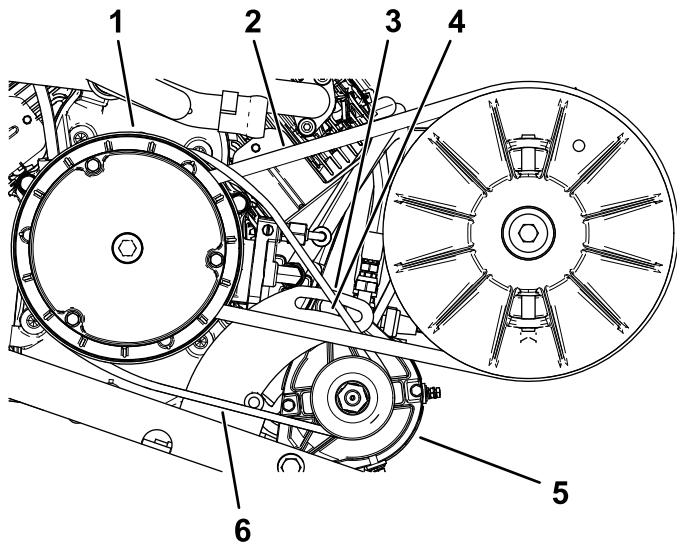

Bild 70
2. Lösen Sie die Drehmutter für den Startergenerator (Bild 70).
4. Drücken Sie das Stemmeisen nach unten, um den Starter nach unten im Schlitz zu drehen, bis die Riemen Spannung nur eine Riemendurchbiegung von 6 mm erlaubt, wenn Sie eine Kraft von 44 N·m aufbringen (Bild 70).
5. Ziehen Sie die Drehmutter mit der Hand an und entfernen das Stemmeisen (Bild 70).